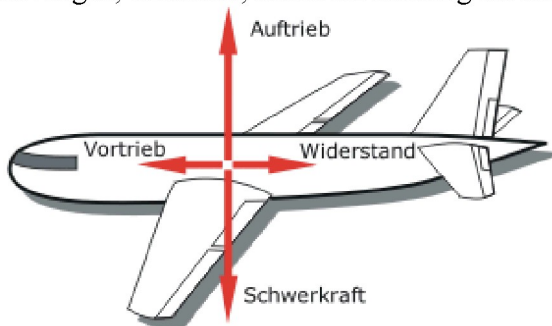

Abb.3
*Aufgabe 8. Beschreiben Sie die Abbildung 3. Benutzen Sie dabei folgende Wörter. Beginnen Sie Ihre Erzählung mit dem Satz: Die Tragflügelprofile werden in der Regel so ausgelegt, dass der Widerstand möglichst klein, aber der Auftrieb möglichst groß ist.*